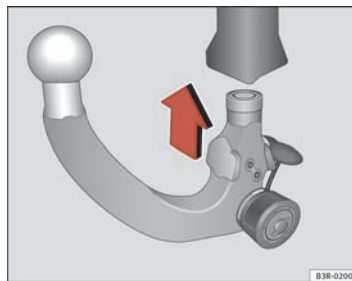

Fig. 167 Dispositif d'attelage amovible : mise en place de la boule d'attelage
- Introduisez la boule d'attelage précontrainte dans le tube de fixation et poussez-la vers le haut ⇒ page 218, fig. 167, dans le sens de la flèche ⇒ ⚠. Le processus de blocage s'effectue automatiquement. À ce moment, le clipsage doit être nettement audible.